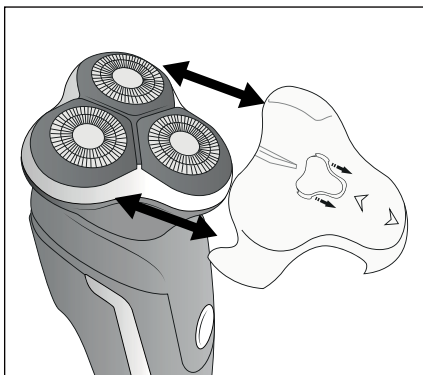

Fig. 1
- ◆  Løsn beskyttelseshætten **1** ved at tage den af skæreenheden **2** nedfra (se fig. 1).